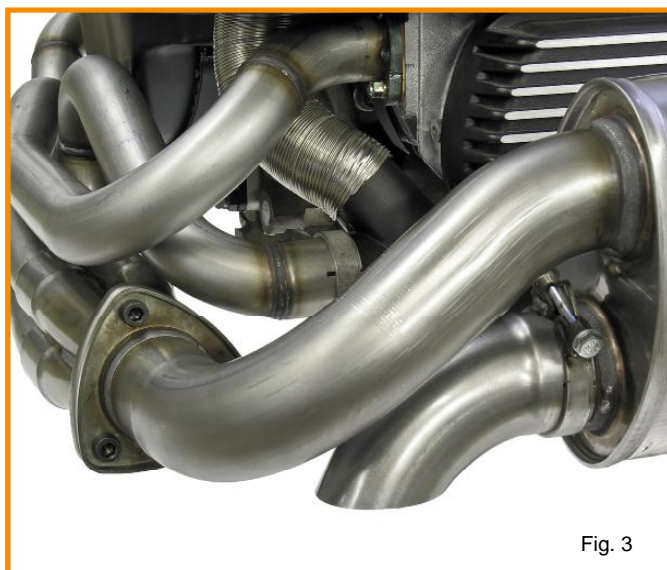

Fig. 3
- Attach the silencer using M10 bolts and M10 nuts to the collector flange. (Fig. 3)
- Befestigen Sie den Schalldämpfer mit Hilfe der Schrauben M10 und Muttern M10 am Flansch des Kollektors. (Fig. 3)